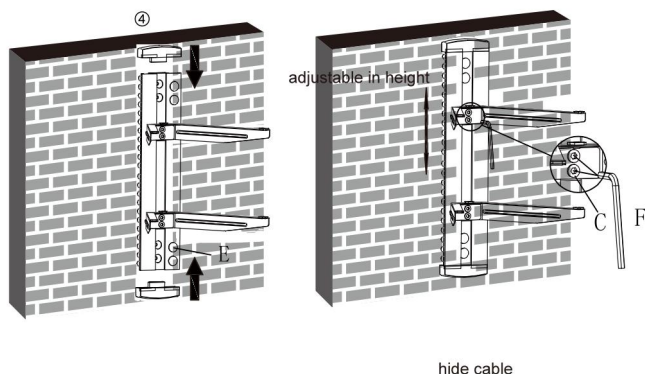

fig.3.2
- Inserire due coperture decorative rispettivamente nella parte superiore e inferiore della piastra a muro e installare quattro coperture in plastica come mostrato in fig.3.2.
- È possibile regolare l'altezza dei portabicchieri secondo necessità. Allentare le viti con una chiave a brugola da 3 mm (ma non rimuovere) per regolare i supporti del vetro all'altezza desiderata e quindi serrare le viti con una chiave a brugola da 3 mm come mostrato in fig.3.2.